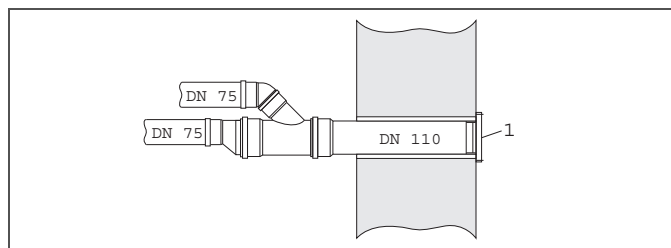

Fig. 5-25 Trecerea prin perete pentru tipul de aparat 4000
- La tipul de aparat 4000 racordați ambele conducte pentru aerul evacuat (DN 75) printr-o piesă de legătură la trecerea prin perete (DN 110) (vezi fig. 5-25).